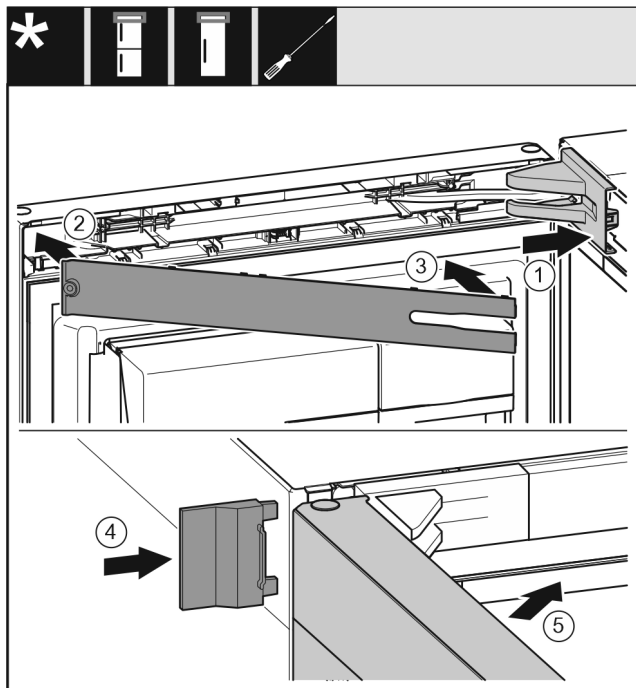

Fig. 62
- ▶ Lagerbockabdeckung Fig. 62 (1) aufsetzen und einrasten, ggf. vorsichtig auseinanderdrücken.
- ▶ Blende Fig. 62 (2) aufsetzen.
- ▶ Blende Fig. 62 (3) einschwanken und einrasten.
- ▶ Äußere Abdeckung Fig. 62 (4) aufschieben.
- ▶ Obere Tür Fig. 62 (5) schließen.